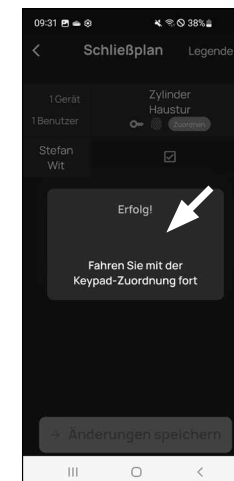

Fig. 6
- 7 Les données sont transmises. Après quelques instants, vous recevrez une confirmation et simultanément, une invitation à attribuer le clavier. Appuyez sur le message de confirmation (Fig. 6).